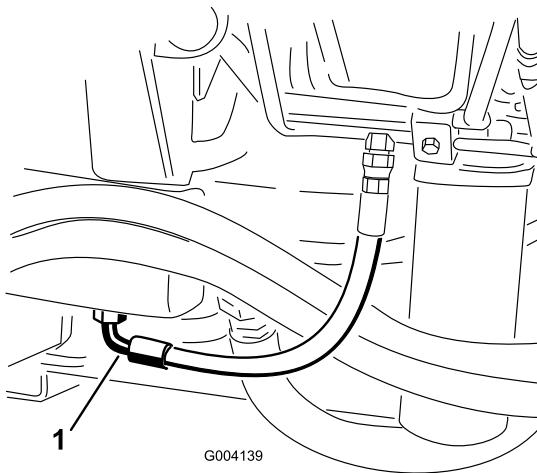

Bild 76
2. Stellen Sie eine große Auffangwanne unter das Anschlussstück, das unten am Behälter der Hydraulikflüssigkeit befestigt ist (Bild 76).